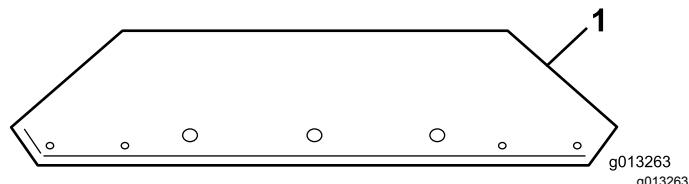
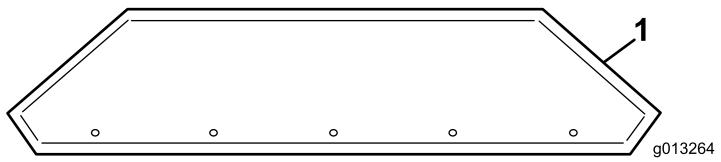

Bild 10
Bild 11
1. Nehmen Sie die Fangboxverlängerungen aus der Kiste und identifizieren Sie vorne und hinten (Bild 10 und Bild 11).